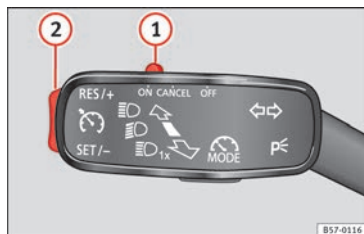

Fig. 47 A sinistra del piantone dello sterzo: interruttori e comandi per l'uso del GRA.
- Collegamento del GRA: spostare l'interruttore » **fig. 47** ① verso **ON**. Il sistema è acceso. Il sistema non effettua la regolazione poiché non è stata programmata alcuna velocità.
- Attivazione del GRA: premere il tasto » **fig. 47** ② nella zona **SET/-**. La velocità attuale viene memorizzata e regolata.
- Disattivazione temporanea del GRA: spostare l'interruttore » **fig. 47** ① verso **CANCEL** o schiacciare il freno. La regolazione si scollega temporaneamente.
- Collegare nuovamente il GRA: premere il tasto » **fig. 47** ② in **RES/+**. La velocità memorizzata verrà salvata e regolata nuovamente.
- Aumentare la velocità programmata durante la regolazione del GRA: premere il tasto ②
- Ridurre la velocità programmata durante la regolazione del GRA: premere il tasto ② in **SET/-** per diminuire la velocità di 1 km/h (1 mph). La velocità si riduce fino a raggiungere la nuova velocità memorizzata.
- Disattivazione del GRA: spostare l'interruttore » **fig. 47** ① a **OFF**. Il sistema si disattiva e la velocità memorizzata si cancella.